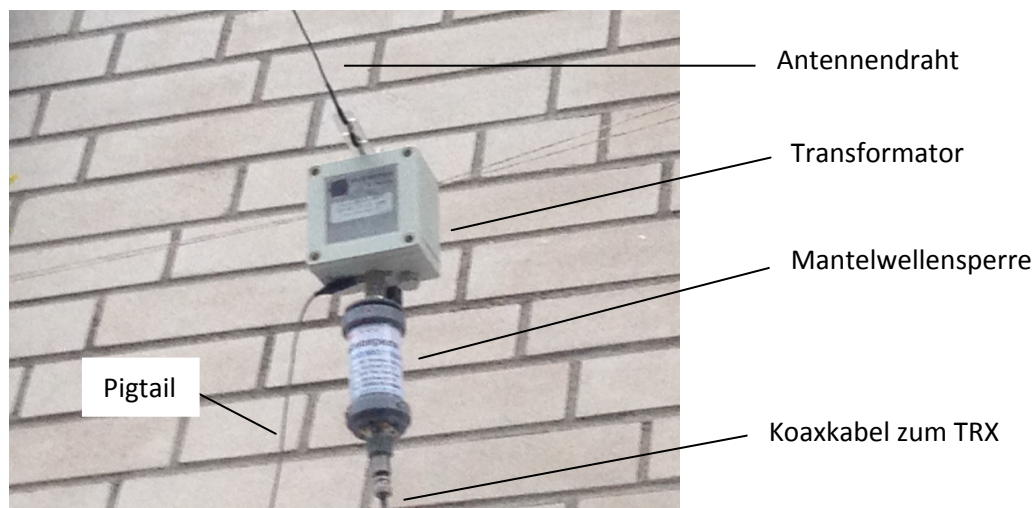

Bild 5: Installation des Übertrager (4) mit Mantelstromsperre (DF1BT) (3) am Eingang und Pigtail am Fußpunkt des Übertragers als Gegengewicht
Versuche von AA5TB (2) zeigten, dass bei einer EFHA (End Fed Half-Wave Antenna) ein kurzes Stück Draht (Pigtail, Balun) der Länge $0,05 \lambda$ am Fußpunkt der Antenne als ein Gegengewicht (Counterpoise) schon ausreicht. Im 40m-Band entspricht das einer Länge von ca. 2m und im 80m-Band ca. 4m. Das Pigtail sollte dabei frei vom Übertrager herunter hängen, es wirkt mit als Antenne (Bild 5). Anschließend muß die Gesamtlänge des Antennendrahts eventuell nochmals angepasst werden.